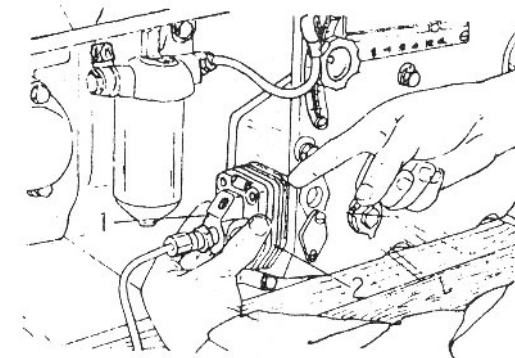

Fig. 12- Ajustar a temporização da injeção de combustível aumentando ou reduzindo o número de calços
- (1) Fechar a torneira do filtro de combustível.
- (2) Ajustar o botão da alavanca de controle da velocidade na posição central.
- (3) Desconectar o tubo de combustível de alta pressão da bomba de combustível.
- (4) Soltar os parafusos de fixação da bomba e remover a bomba.
- (5) Aumentar ou reduzir o número de juntas. Aumentar o número de calços se a temporização da injeção estiver adiantada. Reduzir o número de juntas se estiver atrasada (Fig. 12).
- (6) Montar a bomba de injeção novamente e apertar os parafusos de fixação. Ao fazer isto, é necessário prestar atenção especial com a esfera do braço de ajuste do eixo que deve estar encaixada no rasgo no garfo de controle de velocidade dentro da caixa de engrenagens. Isto deve ser verificado novamente através do furo de inspeção depois de montar a bomba novamente para evitar o "desvio" do motor resultando de uma possível montagem errada.
- Após o ajuste, é recomendável verificar novamente de acordo com o item 3 citado acima. O reajuste é necessário se algo estiver incorreto.